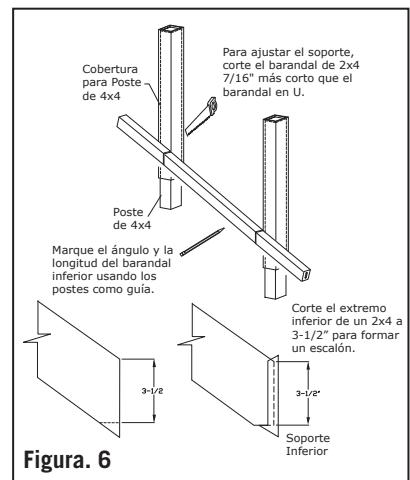

Figura. 6
Paso 12(a): Usando un soporte de 2x4 como plantilla, marque las posiciones de los tornillos en el poste y perfore previamente con una broca de 1/8". (Figura 6). Fije el soporte al poste con dos tornillos de 2" de longitud. Repita las marcas y la perforación previa de la cobertura del poste para el otro extremo. Instale el barandal superior en los soportes y perfore previamente los seis orificios con una broca de 1/8". Asegure el barandal en su lugar con seis tornillos de 1". **¡Nota! En aplicaciones donde el barandal esté conectado a un poste de esquina, perfore previamente y atornille un tornillo de cabeza cónica de 1-1/2" a un ángulo de 45° hacia abajo a través del extremo del 2x4 y el soporte en el poste.**
Paso 4: Mida la distancia entre las coberturas de poste instaladas para determinar la longitud de los barandales superior e inferior (Figuras 4a y 4b). **¡Nota! Corte el barandal interior y el barandal en U a la medida de la separación entre postes. Para ajustarse al grosor de los soportes, corte los barandales de 2x4 7/16" menos que la separación entre los postes** Corte los barandales a la longitud y ángulo requeridos (Figura 6).
Paso 6: El extremo inferior de los barandales de 2x4 requiere un segundo corte perpendicular al primero para ajustarse al borde en el soporte de 2x4. Mida 3-1/2" a partir de la parte superior del barandal y marque. Corte la parte que se extiende por debajo de la marca de 3-1/2" (Figura 6). Coloque el barandal inferior de 2x4 entre los postes.
Paso 10(a): Usando un soporte de 2x4 como plantilla, marque las posiciones de los tornillos para el barandal superior en el poste inferior y perfore previamente con una broca de 1/8". Fije con tornillos de 2" (Figura 6). Repita el marcado y perforación previa de la cobertura de poste usando un soporte de 2x4 para escalera en el poste superior. Instale el barandal superior en los soportes y perfore los seis agujeros con una broca de 1/8". Coloque el barandal en su lugar con seis tornillos de 1".